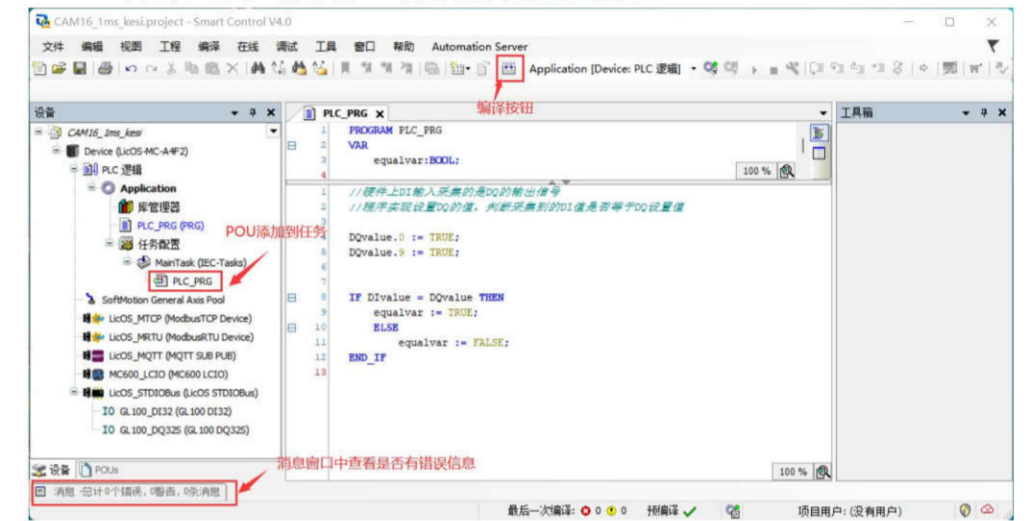

图 17 编程界面
- “PLC\_PRG”添加到“MainTask”任务下, 配置“MainTask”任务执行周期为 500ms, 编译程序, 查看“消息窗口”是否有错误信息, 如图 17。